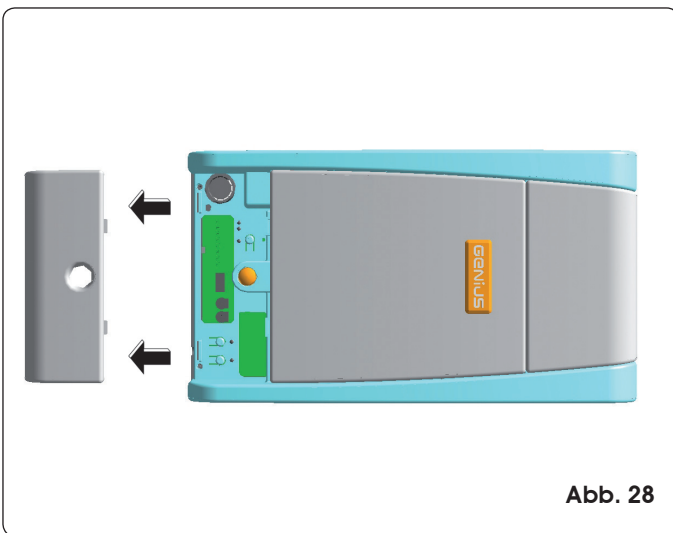

Abb. 28
**👉** Der SET UP-Zyklus ist bei montiertem Kunststoffgehäuse auszuführen. Einfach die hintere Klappe abnehmen (Abb. 28). Die innere Klappe mit beiden Händen greifen und leicht nach unten ziehen. Wenn der in diesem Abschnitt angegebene Vorgang abgeschlossen ist, ist die Klappe wieder zu montieren.